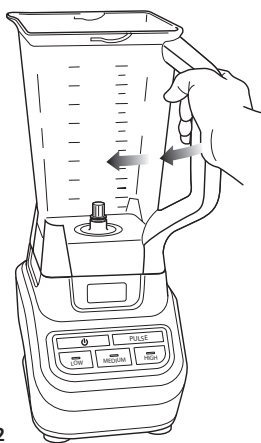

Fig. 2
- 3 Gire la jarra hacia la izquierda todo lo que pueda. A medida que gira, descenderá y las trabas de seguridad de la parte de abajo de la jarra se deslizarán por debajo de las trabas de seguridad de la base del motor. (Fig. 2)